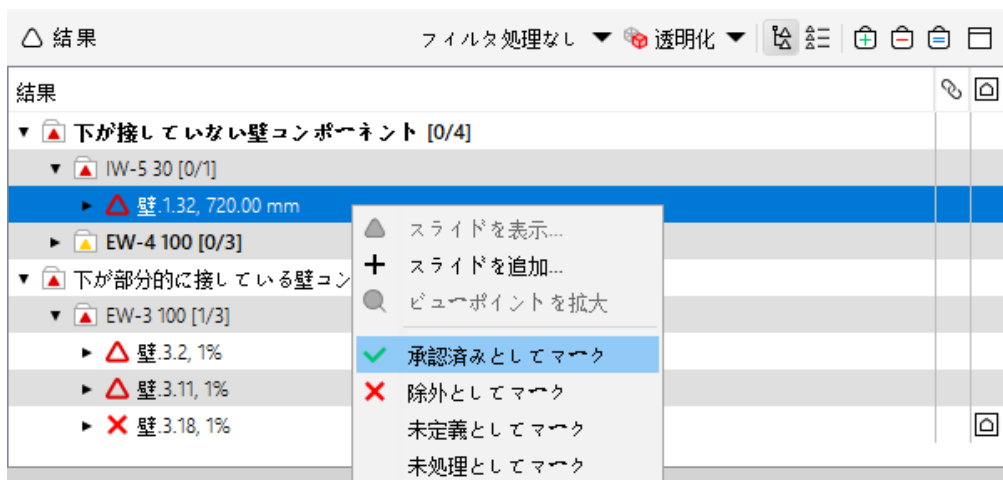

図 59. 案件を承認済みとしてマーク
- ⑩ 「下が接していない壁コンポーネント」を右クリックし、コンテキストメニューから、今回は「承認済みとしてマーク」を選択します。(図 59 を参照)
- ⑪  3D ビューで建物全体を表示しましょう。「全て表示」を3D ビューツールバーから選びます。これで3D ビューの透過とハイライトが取り消され、建物全体が表示されました。
- ⑫ 次に、3D ビューツールバーから「斜め右正面」を選択してください。
- ⑬ 自動コンポーネント表示機能を設定します。